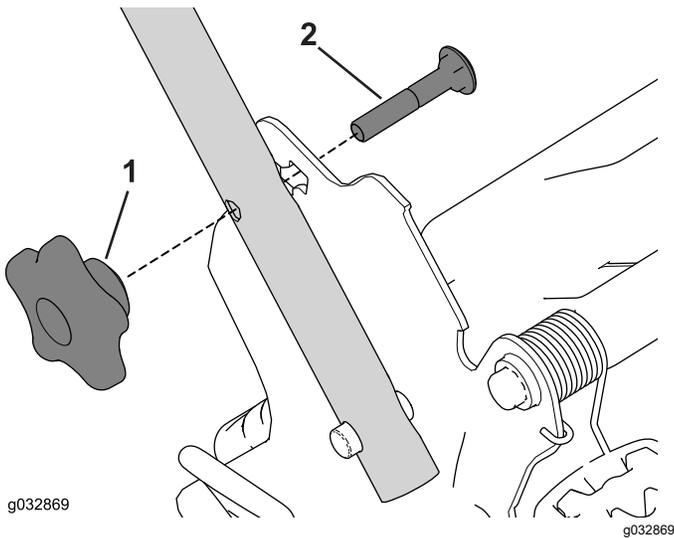

Figure 23
2. Retirez et conservez les 2 boutons et les 2 boulons de carrosserie du support de la poignée (Figure 23).